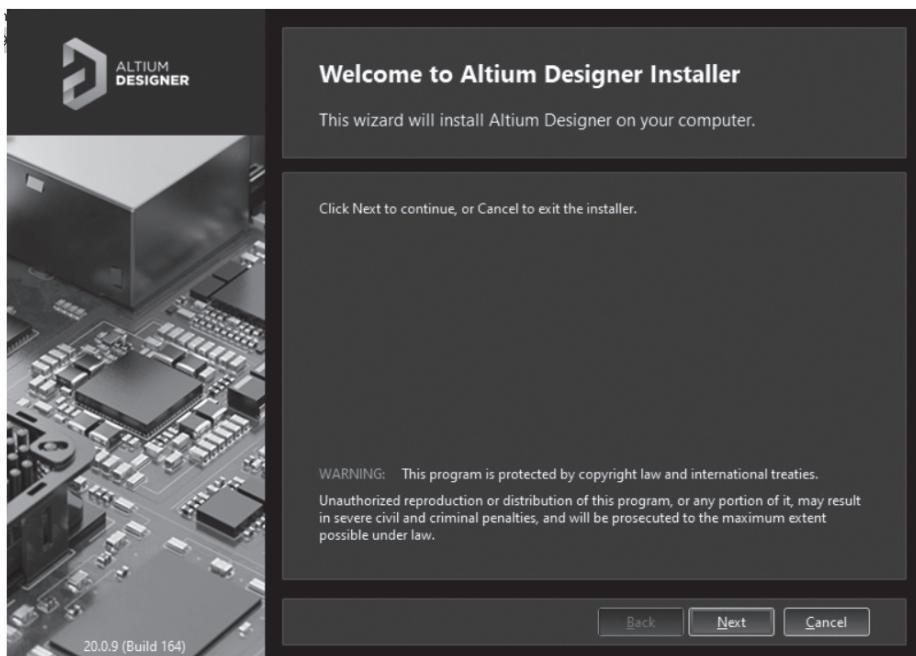
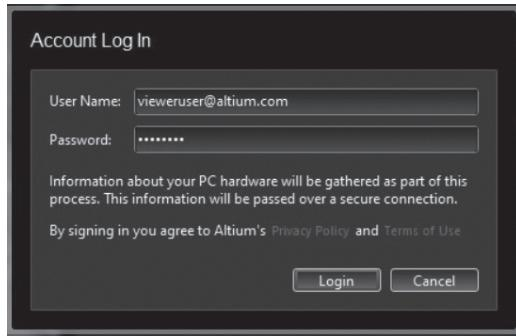

图 1-8 安装界面
图 1-9 授权的账号名及密码
(3) 打开 AltiumDesignerSetup\_20\_0\_9.exe 文件开始联网安装，安装界面如图 1-8 所示。基本上只需要一路单击“Next”就行，但是中间需要输入授权的账号名及密码，如图 1-9 所示。只有验证通过后才能继续安装，否则安装就会停止并退出。